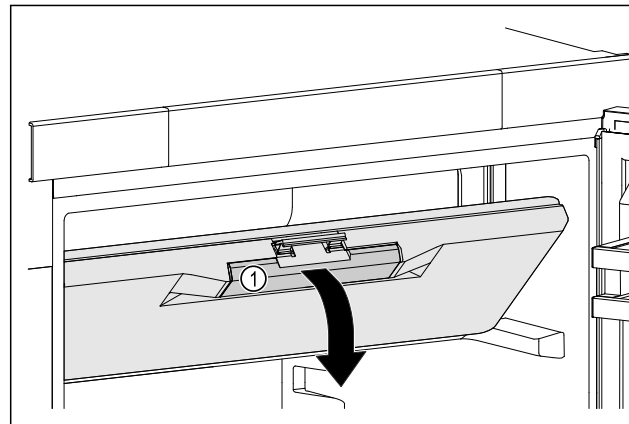

Fig. 51
- Afferrare lo sportello del vano congelatore dalla maniglia incassata Fig. 51 (1).